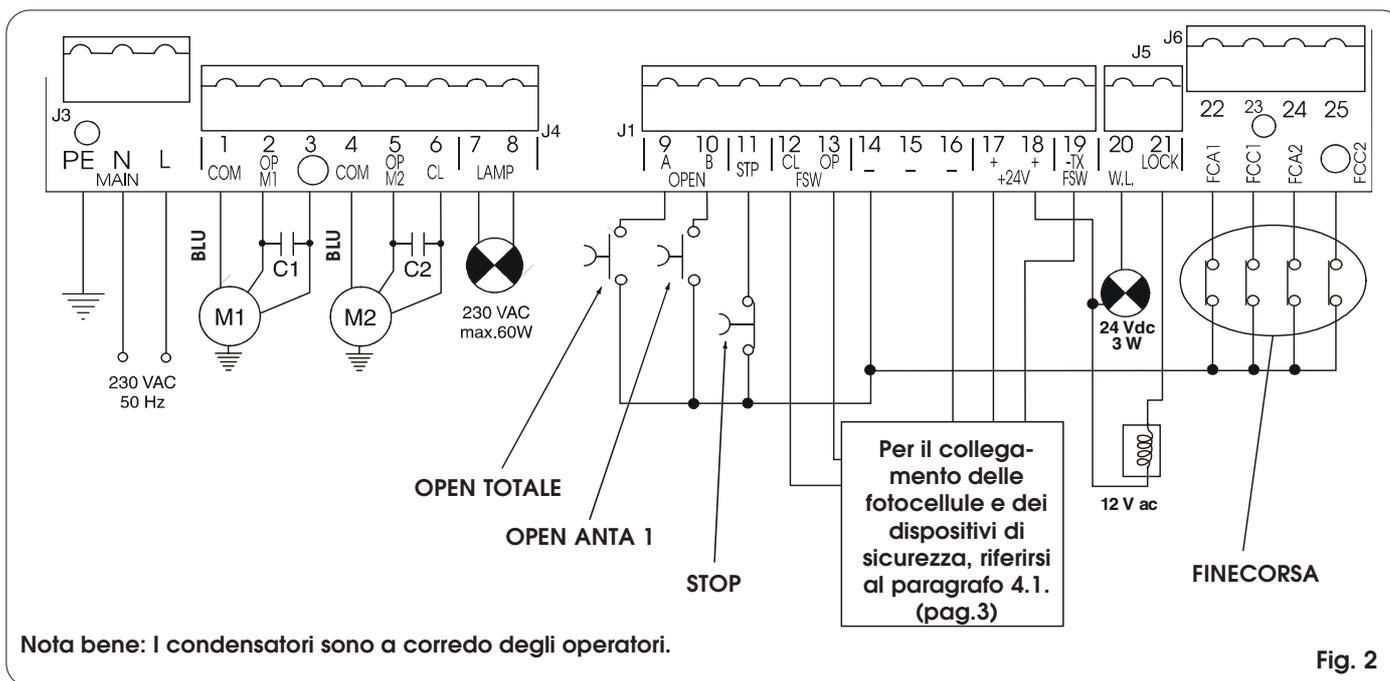

Fig. 2
- Collegare il cavo di terra all'apposito morsetto previsto sul connettore J3 dell'apparecchiatura (vedi fig.2).
4.2. MORSETTIERA J3 - ALIMENTAZIONE (FIG. 2)
4.3. MORSETTIERA J4 - MOTORI E LAMPEGGIATORE (FIG. 2)
4.4. MORSETTIERA J1 - ACCESSORI (FIG. 2)
4.5. MORSETTIERA J5 - LAMP. SPIA ED ELETTROSERRATURA (FIG. 2)
4.7. MORSETTIERA J6- FINECORSA E/O GATECODER (FIG. 2)